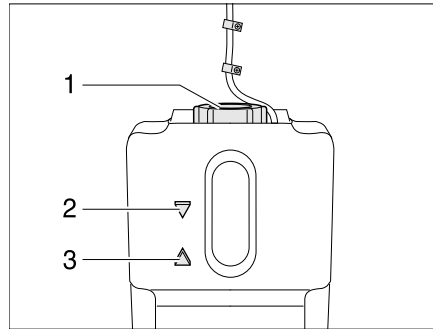

Bild 247 Ausgleichsbehälter Warmwasser-Heizung
- Prüfen, ob am Ausgleichsbehälter (Bild 247) die Flüssigkeit zwischen der Markierung "MIN" (Bild 247,3) und "MAX" (Bild 247,2) steht.
- Am Ausgleichsbehälter den Drehverschluss (Bild 247,1) aufdrehen.